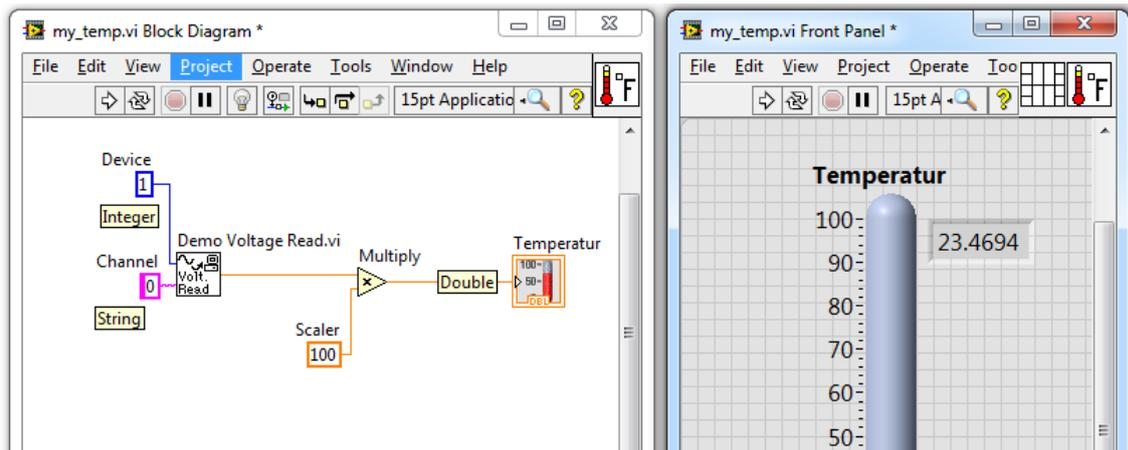

Abbildung 3.10: Das VI zeigt im Panel und im Diagramm das neue Icon.
wir es in einem anderen VI verwenden wollen, so sollte es diese Temperaturanzeige als Ausgang besitzen. Ganz allgemein ist es so, dass nur vorhandene Ein- und Ausgabe-Objekte des Panels Eingabe- und Ausgabe-Leitungen eines VI-Icons werden können. Ein- und Ausgabe-Leitungen lassen sich nur auf dem Panel definieren, Objekte des Diagrams (z.B. Konstanten) können keine Ein- und Ausgabe-Leitungen werden. Deshalb funktioniert die Definition von Ein- und Ausgängen nur auf dem Panel. Wir machen also das `my_temp_F.vi` Panel zum aktuellen Fenster. Neben dem Icon ist rechts oben im Panel ein segmentiertes Quadrat zu erkennen. Das ist die Connector-Plate. Die 12 kleinen Rechtecke, aus denen das Connector-Plate besteht, sind Anschlüsse - Terminals, mögliche Ein- und Ausgänge unseres Sub-VIs (siehe Abbildung 3.10). Nun kann die Thermometeranzeige als VI-Ausgang „verdrahtet“ werden. Wenn Automatic Tool Selection an ist, verwandelt sich das Mauswerkzeug in das Wiring Tool wenn die Maus über den Connector bewegt wird. Wie in Abbildung 3.11 und mit Zahlen ❶ ... ❸ versehen, wird folgendermaßen vorgegangen:
- ❶ Es wird ein Anschluss (Terminal) ausgewählt durch Anklicken auf dem Connector, der betreffende Anschluss wird schwarz gefärbt. Es gilt: Ausgänge (Indicator) sind möglichst rechts und Eingänge (Controls) möglichst links zu platzieren.
- ❷ Es wird dann das Front-Panel-Objekt ausgewählt, mit dem der Anschluss belegt werden soll (die Temperatur-Anzeige). Das Objekt wird mit einem 'laufenden' Rahmen angezeigt. Der Anschluss nimmt als Hintergrund die Datentypfarbe an (in unserem Beispiel-VI orange).
- ❸ Um die Auswahl abzuschließen, wird auf die freie Panelfläche geklickt. Der Anschluss nimmt die Farbe des angeschlossenen Datentyps an.